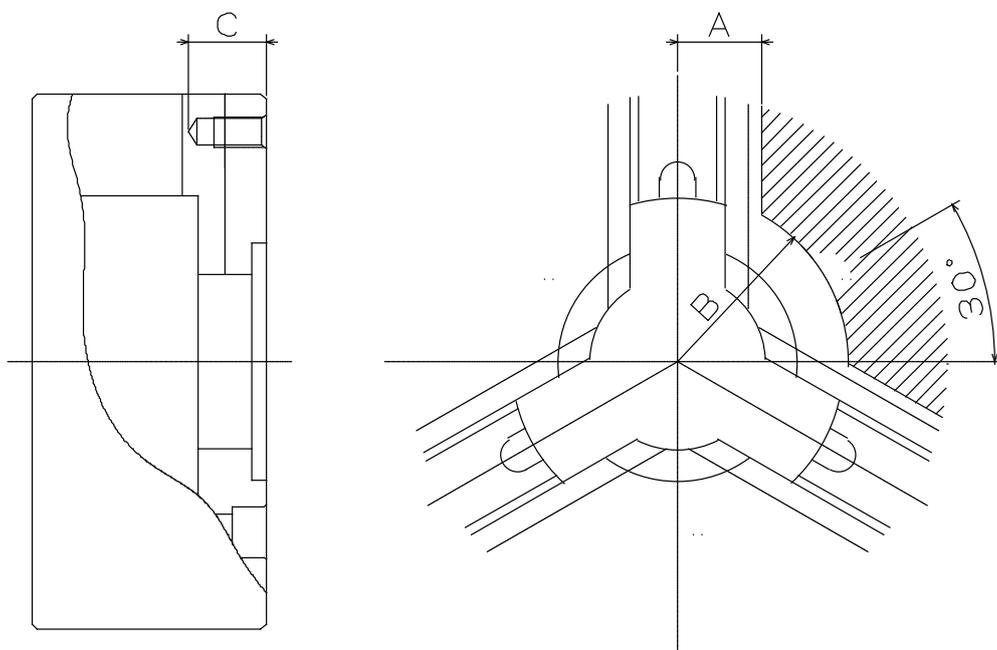

Figura 12
- Nel caso in cui si monti il dispositivo rivelatore e la maschera di montaggio sulla superficie del corpo del mandrino di serraggio, effettuare un foro mediante incisione o trapano, seguendo le specifiche indicate nella figura. 12.